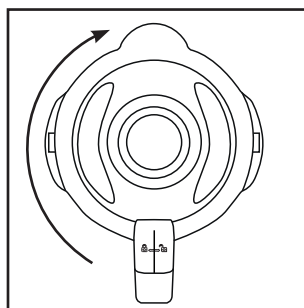

Fig. 2
- 4) Apăsăți din nou capacul **2** pe recipientul de amestecare **3**. Închideți capacul **2** rotindu-l în sens orar, în poziția ➡ până când se blochează cu un sunet (a se vedea fig. 2). Aveți grijă ca gura de turnare de pe recipientul de amestecare **3** să fie închisă. Motorul poate porni numai după ce capacul **2** este așezat fix.